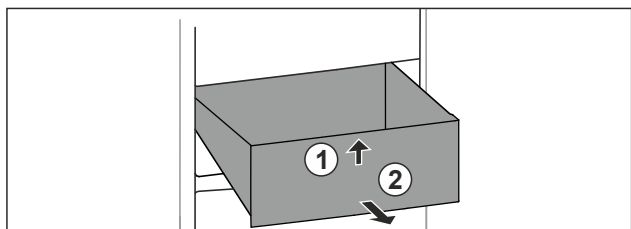

Fig. 77
- ▶ Lyft upp låda framtill. Fig. 77 (1)
- ▶ Ta ut låda genom att dra den framåt. Fig. 77 (2)